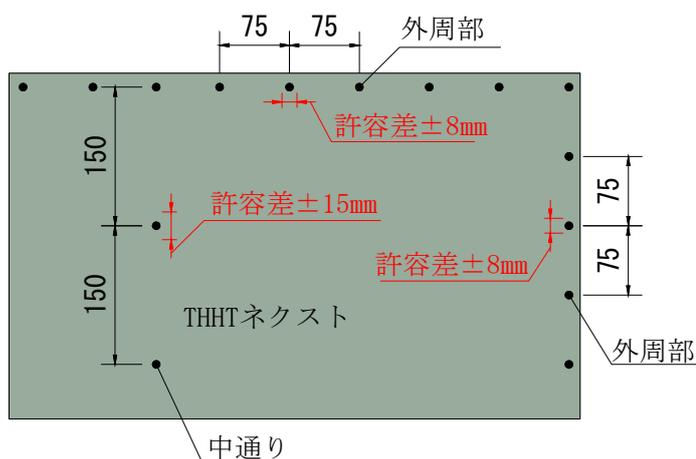

図 2 マーキングからのずれの許容差について
- ・ ねじ留め間隔が外周部で 75mm（マーキングからのねじのずれの許容差： $\pm 8\text{mm}$ ）以下、中通りで 150mm（マーキングからのねじのずれの許容差： $\pm 15\text{mm}$ ）以下としてください（図 2 参照）。